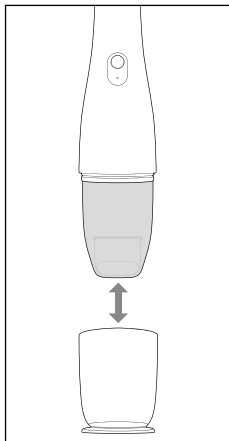

Fig. 4
- ▶ Verificare che il filtro della polvere ❺ sia sempre correttamente inserito prima di usare l'apparecchio (vedere il capitolo **Pulizia/ sostituzione del filtro della polvere**).
1. Sostenere l'apparecchio dall'impugnatura ❹ e sfilare il cappuccio di chiusura ❶ dall'apparecchio (vedere fig. 4).
2. Se necessario, inserire la bocchetta aspiratrice 2-in-1 ❿ nell'apertura di aspirazione ❷ (vedere capitolo **Bocchetta aspiratrice 2-in-1**).
3. Per accendere l'apparecchio premere l'interruttore on/off ❶ ❷. La spia di controllo della carica ❻ si accende con luce blu.
4. Per spegnere l'apparecchio dopo l'uso, premere nuovamente l'interruttore on/off ❶ ❷. La spia di controllo della carica ❻ si spegne.
5. Applicare il cappuccio di chiusura ❶ all'apparecchio (vedere fig. 4).